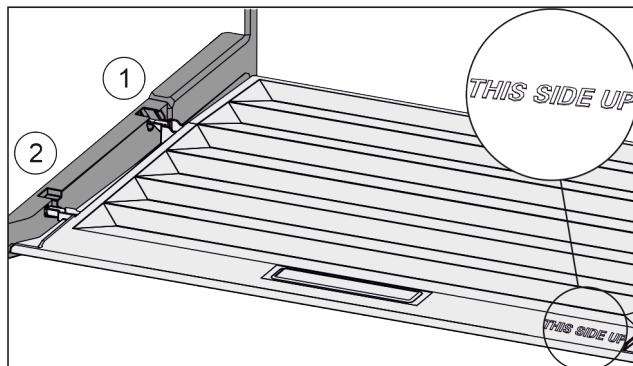

Fig. 42
- ▶ Výstupky veka zavedte cez otvor zadného držiaka Fig. 42 (1) a zaistite vpredu v držiaku Fig. 42 (2).